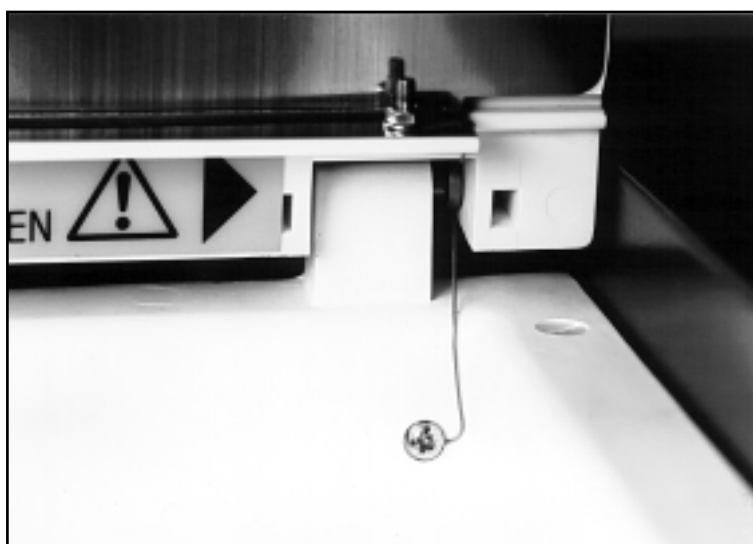

Figure 29. Contact de mise à la masse à ressort sur le couvercle de la chambre d'essai.
**Attention:** procédez à un examen visuel pour confirmer que les deux contacts de mise à la masse à ressort qui relient l'accouplement électromagnétique et la barrière métallique de décharge du couvercle de la chambre au dos de cette dernière, sont intacts (voir Figure 29).